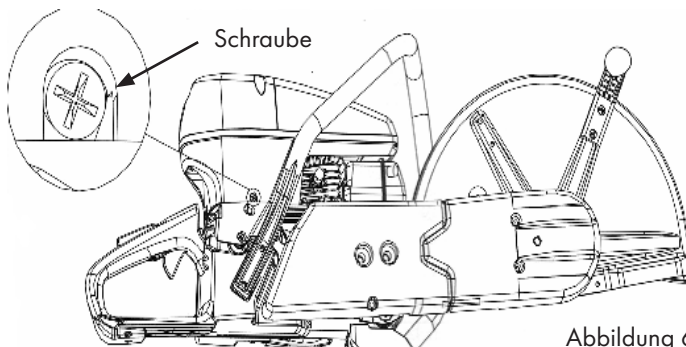

Abbildung 6
- Schneiden Sie niemals mit dem in Abbildung 6 gezeigten Segment.